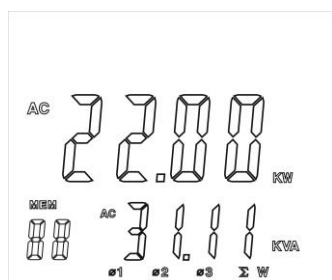

Figura 13
4. Após gravar a medição de potência da corrente da terceira fase, finalmente pressione Σ e espere um segundo para que se mostre a soma dos valores da potência ativa trifásica e os valores de potência aparente, como na figura 13.